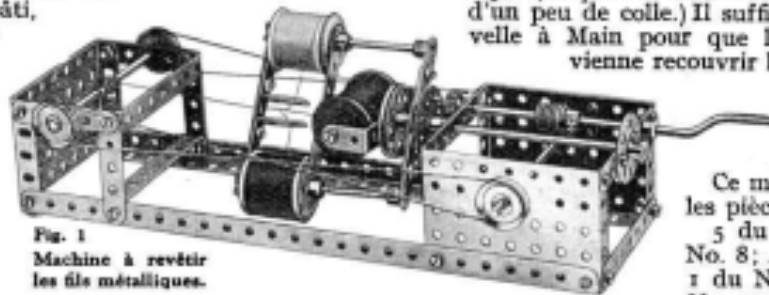

Fig. 1 Machine à revêtir les fils métalliques.
**L**e modèle représenté sur la figure 1 est une machine servant à recouvrir des fils métalliques d'une couche isolante de fil de coton.